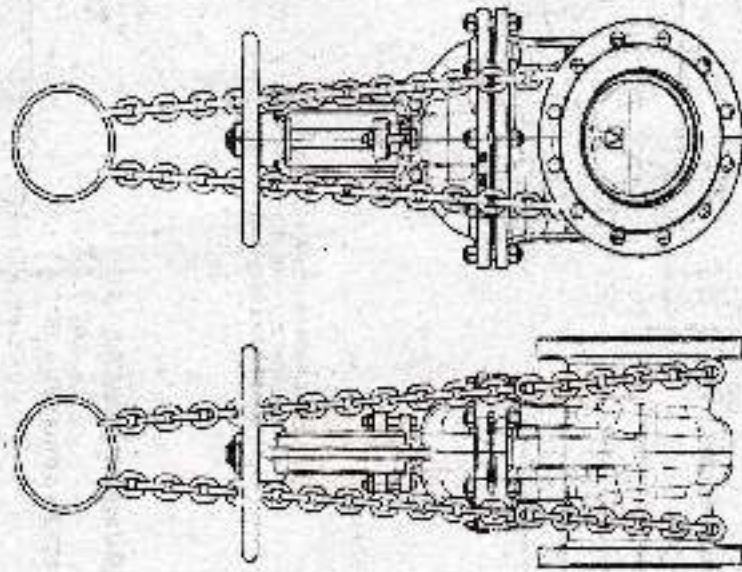

Рисунок 4 - Стропильная конструкция
- 7) Снять клип, кольцо (рис. 4) (рис. 1) с гайки шпильки муфтовой 4 (рис. 1) и гайку 11 с гайки шланга;